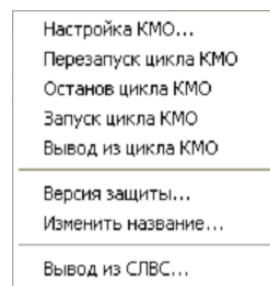
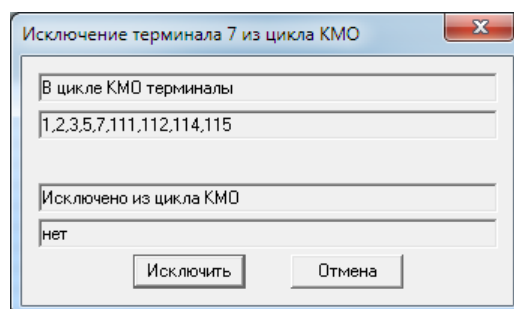
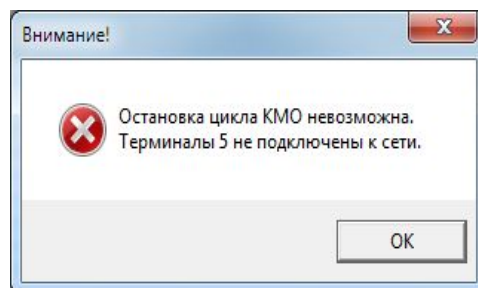

Рисунок 3.1 – Меню настройки
Рисунок 3.2 – Панель вывода терминала из цикла КМО
Рисунок 3.4 – Предупреждающее окно
После запуска программы «Монитор РЗА» и выбора терминала в списке панели доступа (см. рис. 2.4), двойным щелчком правой клавиши мыши открывается меню настройки, показанное на рис. 3.1. После выбора команды «Вывод из цикла КМО» появится панель вывода терминала из цикла КМО, показанная на рис. 3.2. В верхней строке панели дан список номеров терминалов входящих в цикл КМО, которые настроены в таблице списка терминалов КМО (см. рис. 2.9). В нижней строке – список номеров терминалов, выведенных из цикла КМО для проверок.
Если один или несколько терминалов цикла КМО не подключены к серверу ЧЯ или к ПК (USB/Bbnet), то при попытке вывести терминал из цикла операция заблокируется, и появится предупреждающее окно, показанное на рис. 3.4. При отсутствии подключения нескольких терминалов последовательно будут появляться предупреждающие окна с номерами всех терминалов, не подключенных к серверу или ПК.
В меню настроек (см. рис.3.1), по команде «Ввод в цикл КМО», вызывается панель включения терминала в цикл КМО, показанная на рис. 3.4.
При нажатии кнопки «Включить» появится запрос с подтверждением включения данного терминала в цикл КМО, показанный на рис. 3.2.
- отключается разъём Vbnet (при необходимости); перед отключением разъёма Vbnet необходимо вывести терминал из СЛВС ЧЯ по команде «Вывод из СЛВС» меню настройки (см. рис. 3.1).